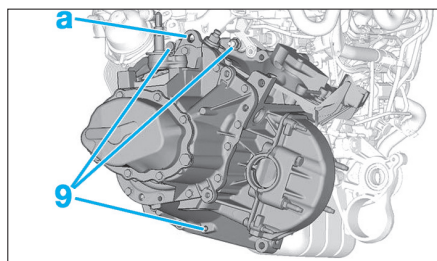

Fig. 5
- Élinguer la boîte de vitesses en (a), à l'aide d'une grue d'atelier (Fig.5)
- Déposer les vis (9) supérieur et inférieur.